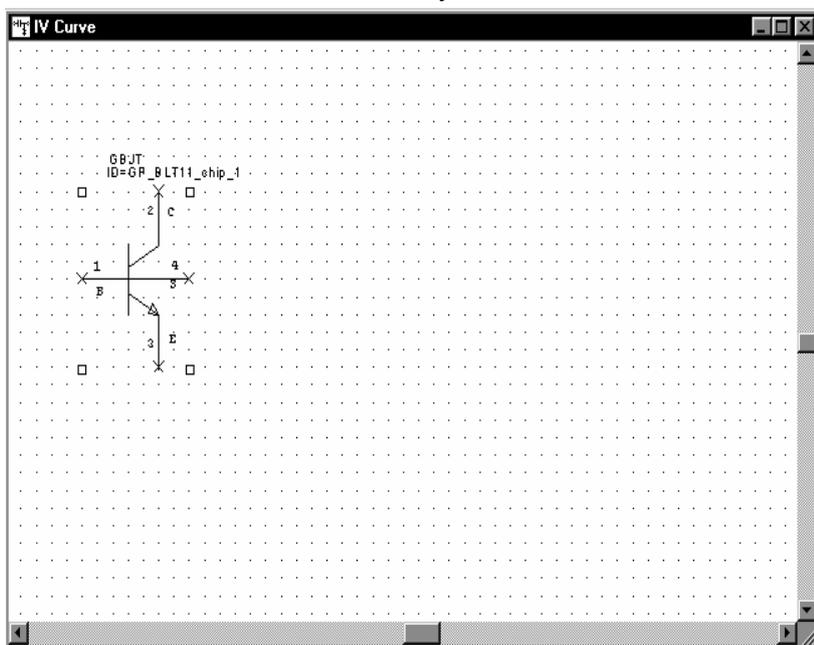

Рис. 3.2
6. Нажмите левой кнопкой мышки на модель **BLT11_chip** и, не отпуская кнопки мышки, перетащите её в окно схемы, отпустите кнопку мышки, позиционируйте элемент как показано на рис. 3.2 и щёлкните левой кнопкой мышки, чтобы зафиксировать его.